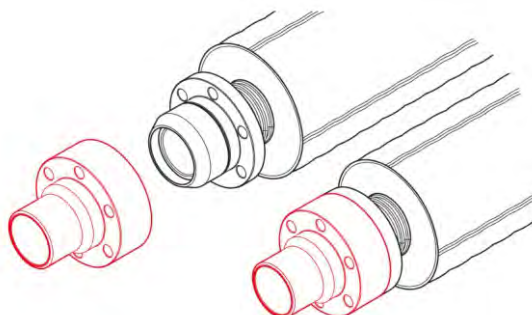

Рис. 3.7.7
7. Надеть корпус фитинга поверх графитового кольца (рис. 3.7.7). Аккуратно поворачивая корпус, совместить отверстия для крепежных болтов на корпусе и втулке.